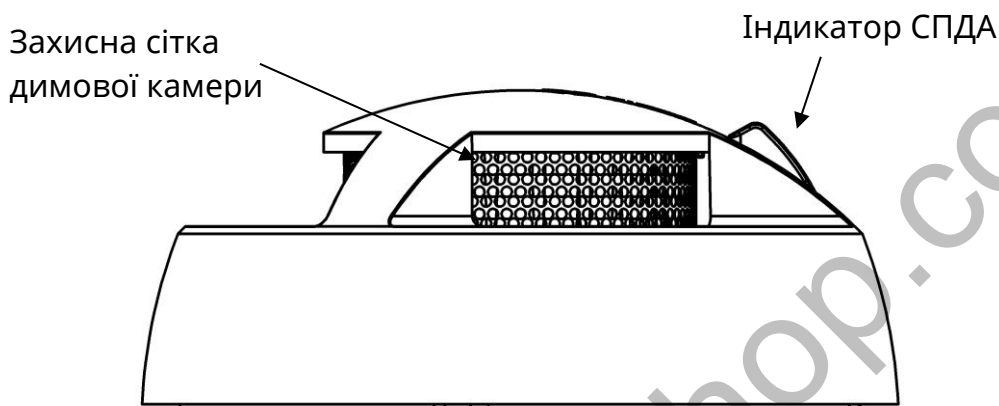
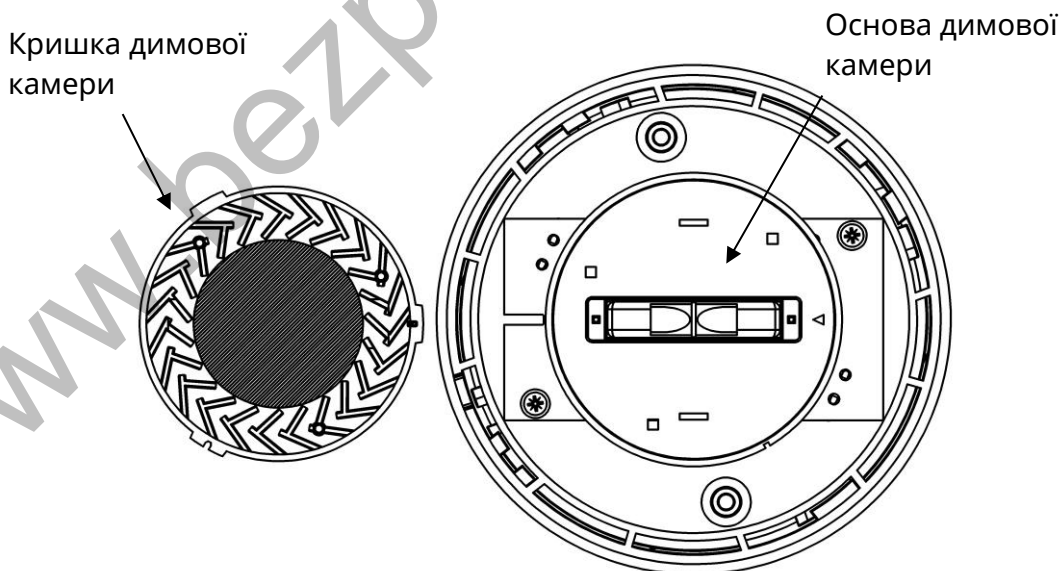

Рисунок 2 – Вигляд СПДА збоку
Рисунок 5 – Димова камера СПДА у відкритому стані
4.3 Для індикації режимів роботи та стану СПДА використовуються світлодіодні індикатори, об'єднані одним світлопроводом, вмонтованим в кришку (рис.2):
- 3) зняти захисну сітку (рис. 2) з димової камери, потім зняти кришку димової камери, відтягнувши її від основи (рис. 5);